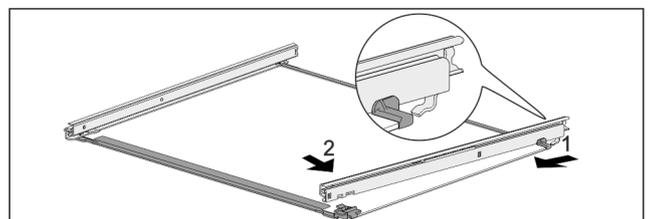

Fig. 123 Ripiano in vetro con guide
- ▶ Agganciare la guida sul lato posteriore. Fig. 123 (1)
- ▶ Innestare la guida sul lato anteriore. Fig. 123 (2)